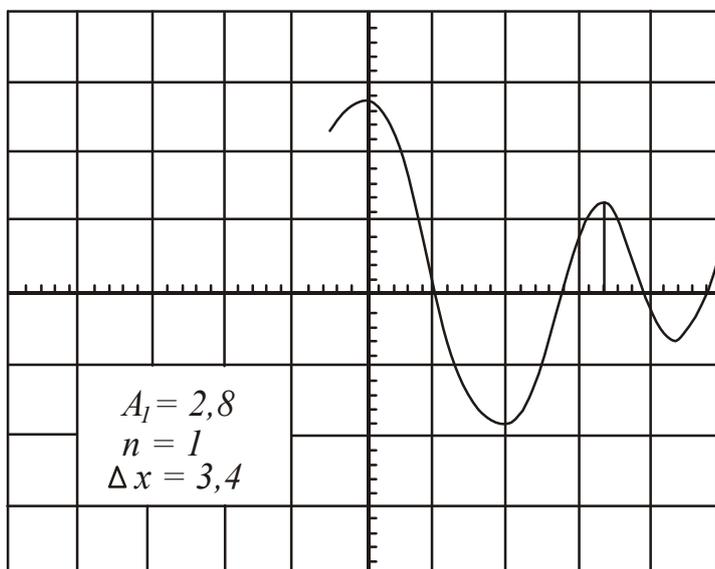

Рисунок 2
9. Рукояткой « \leftrightarrow » переместить амплитуду первого колебания на вертикальную ось экрана и измерить ее в делениях (см. рис. 2). Аналогично измерить амплитуду 2-5-го колебания (выбрать удобную для измерения).
10. Сосчитать число делений Δx по горизонтальной оси (см. рис. 2), приходя-